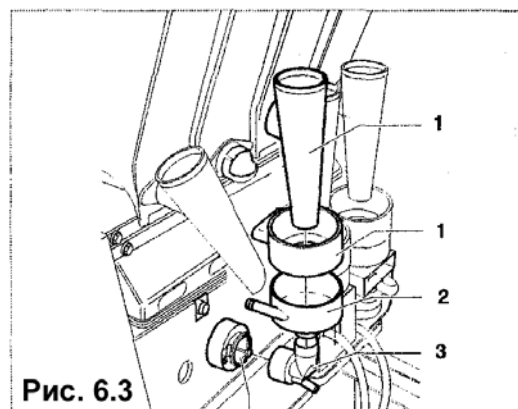

Рис. 6.3
- воронки и желоба для сыпучих продуктов (рис. 6.3 - поз. 1)
- воронку для воды (2), смесительные камеры (3), узел взбивалки (4)